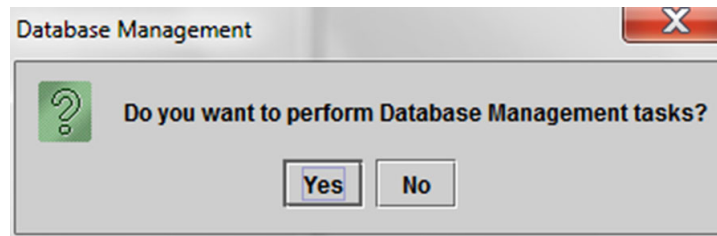
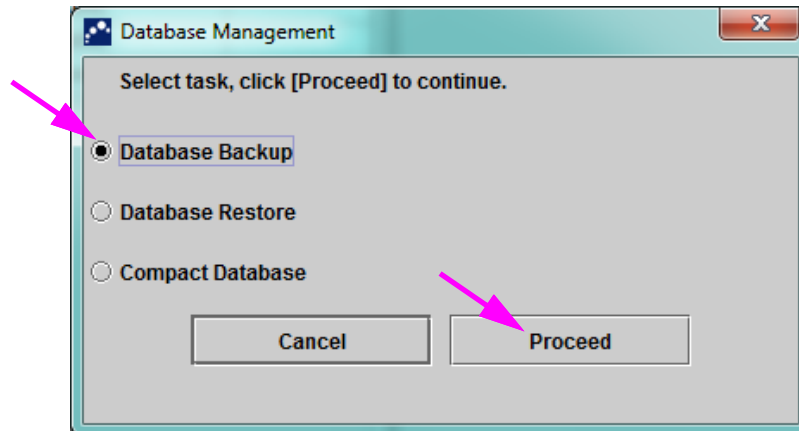

Figura 2-99. Caseta de dialog Gestionare bază de date
Figura 2-100. Caseta de dialog Gestionare bază de date
- În cazul în care caseta **Memento pentru gestionarea bazei de date (Database Management Reminders)** din caseta de dialog Configurare sistem (System Configuration) (consultați Figura 2-77) **nu** este bifată, caseta de dialog Gestionare bază de date (Database Management) (consultați Figura 2-99) nu apare și nu vor mai fi necesare acțiuni suplimentare. Software-ul se închide atunci când se face clic pe butonul **ieșire (Exit)** în Secțiunea 2.17.1, Pasul 3, și puteți trece direct la Secțiunea 2.17.1.3 pentru a finaliza secvența de închidere.
- Dacă este bifată caseta **Mementouri pentru gestionarea bazei de date (Database Management Reminders)** de pe ecranul de dialog Configurare sistem (System Configuration) (consultați Figura 2-77), caseta de dialog Gestionare bază de date (Database Management) (consultați Figura 2-99) apare în partea de sus a ferestrei sistemului GeneXpert Dx, întrebându-vă dacă doriți să efectuați activitățile Gestionare bază de date (Database Management).
- A. Dacă faceți clic pe **Nu (No)** în caseta de dialog Gestionare bază de date (Database Management) (consultați Figura 2-99), software-ul GeneXpert Dx se închide și puteți continua cu Secțiunea 2.17.1.3 pentru a finaliza secvența de închidere.
- B. Faceți clic pe **Da (Yes)** în caseta de dialog Gestionare bază de date (Database Management) (consultați Figura 2-99) și vi se va solicita să selectați activitatea care trebuie efectuată (consultați Figura 2-100).
În funcție de privilegiile utilizatorului, este posibil ca toate (sau unele dintre) cele patru opțiuni din caseta de dialog Gestionare bază de date (Database Management) să nu fie vizibile. Consultați Figura 2-100.